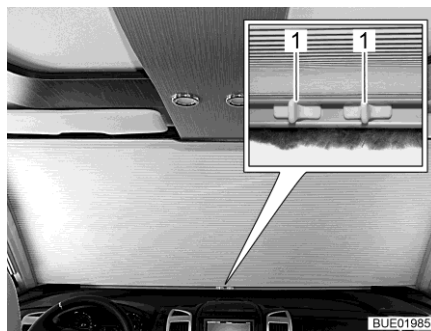

Bild 103 Manuelle Frontscheibenverdunklung, geschlossen
- Griffe (Bild 103,1) zusammendrücken.